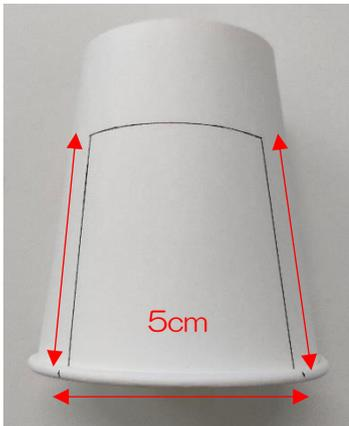
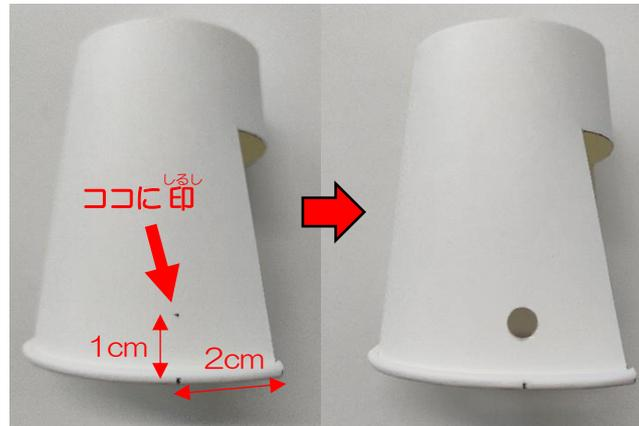

図3 切る部分の下書き
図4 穴をあける位置
① 車体の工作
- (1) 紙コップの縁の部分から5cmくらい縦に線を引きます。
- (2) 最初の切り込みから横に5cmくらい間隔をあけて、5cmくらい縦に線を引きます。
- (3) 2本の線の先と先がつながるように横に線を引きます (図3)。
- (4) 3本の線に沿って紙コップを切ります。
- (5) 切った部分の端から横に2cm、紙コップの縁から縦に1cmくらいのところにペンで印をつけ、穴あきパンチで穴をあけます (図4、反対側にもあける)。